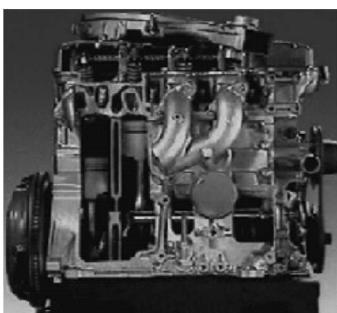

图 1-1-1 直立发动机
- (1) 单列发动机：直立式发动机（图 1-1-1）、平卧式发动机。